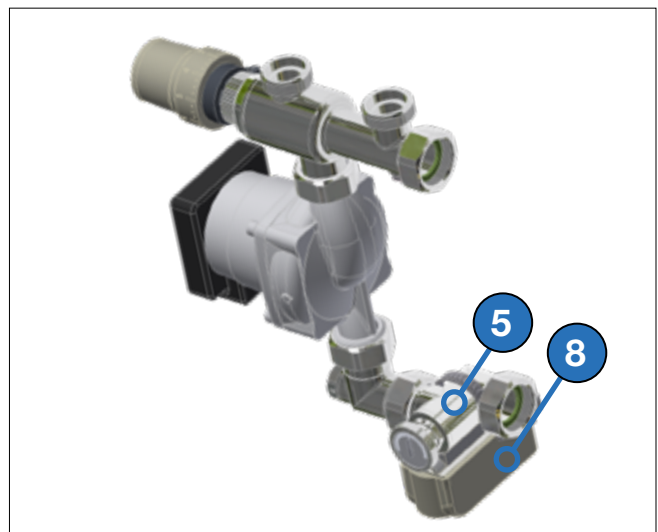

Fig. 8-2
2. Draai de excentrische schroefverbinding (5, Fig. 8-2) om
3. Plaats de temperatuurbegrenzer (8, Fig. 8-2)